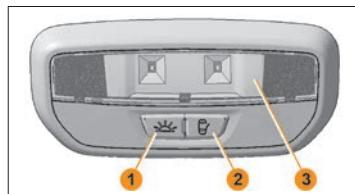

Рис.1. Плафон освещения заднего ряда сидений
**В варианте исполнения** автомобиль комплектуется плафоном, выполняющим функции дополнительного освещения задней части салона (рис. 1). При нажатии на клавишу с пиктограммой включается режим общего освещения. При нажатии на клавишу с пиктограммой включается режим «Включено при открытой двери». В случае нажатия обеих клавиш приоритет имеет клавиша с пиктограммой . Переключатели режимов освещения кнопочного типа с фиксированным положением «Включено».